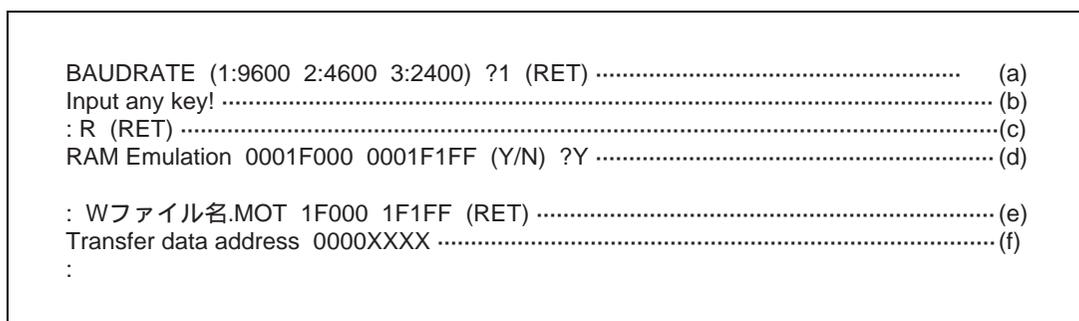

図 4.19 RAM エミュレーション時の PC I/F ソフト操作方法 (2)
- (6) ホストマシン上でPC I/Fソフトを操作します。図4.19にRAMエミュレーション時のPC I/Fソフト操作方法 (2) を示します。